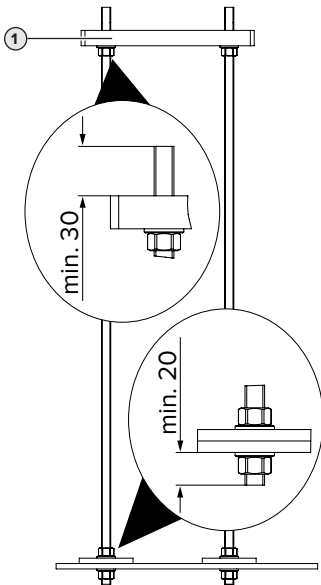

Fig. 3: Position för brickor och muttrar [mm]
- Skruva fast plattstålen med vardera en mutter och en bricka under beaktande av Fig. 3. Kontrollera att fundamentfixeringssatsen är vågrät.
- Montera tillhörande fundament- eller adapterplatta (1) (finns som tillbehör) på fundamentfixeringssatsen under beaktande av Fig. 3.